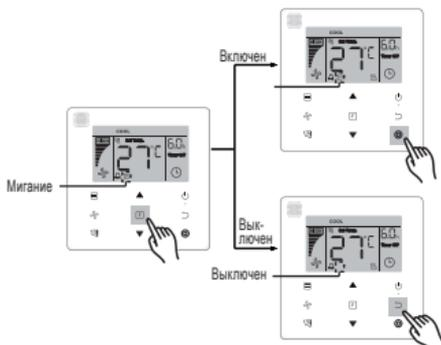

Рисунок 6.13
- Включение/выключение **бесшумного режима**: нажмите кнопку **F** (функция) для переключения на функцию «**Silent**» (значок «») мигает). Затем нажмите кнопку  (подтверждение) для включения функции или кнопку  (отмена) для выключения функции (см. Рисунок 6.13).